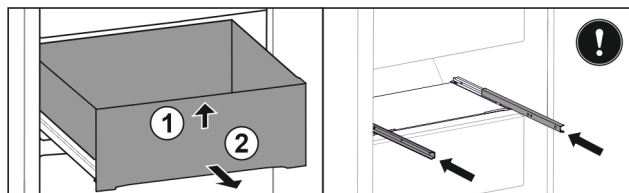

Fig. 51
- ▶ Predal spredaj dvignite. Fig. 51 (1)
- ▶ Predal vzemite ven v smeri naprej. Fig. 51 (2)